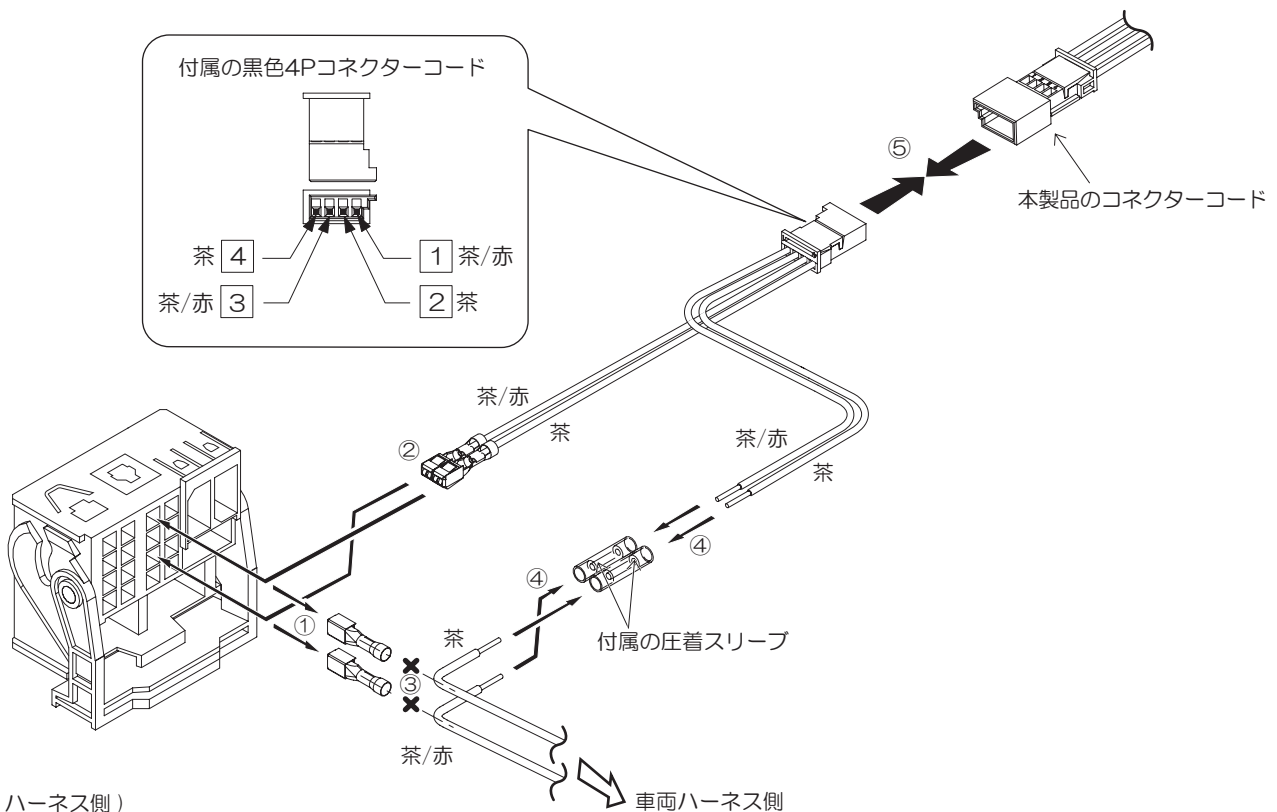

図2 (ハーネス側)
- ① キーを差し込まない状態で、COMAND コントロールシステム オン/オフスイッチ (1) を押し、COMAND ディスプレイを展開させます。
- ② エンジンルーム内助手席側エアダクト下部のバッテリーのマイナス端子を外します。
- ③ エアコンルーバー上部左右にあるゴムキャップを取り外します。
- ④ 図2を参照し、付属のエアコンルーバー取外し工具を約 30mm 差し込み、先端が下側になるように 90° 回転させ、エアコンルーバーに引っ掛け手前に引き出し、コネクタ類を外し、取り外します。
- ② ①で抜いたコードの入っていた同じ配線色の位置(図2参照)に付属の黒色4Pコネクタコードのソケットピン付コード2本を差し込み、ホルダーを差し込みます。
- ③ 手順①で抜いたコードのソケットピンを先端で切断し、各端末の被覆を7~8mmストリップします。
- ④ 切断した車両ハーネス側のコードと、付属の黒色4Pコネクタコードのストリップしているコード2本を付属の圧着スリーブで接続します。
- ⑤ 本製品のコネクタコードと、付属の黒色4Pコネクタコードを接続してください。